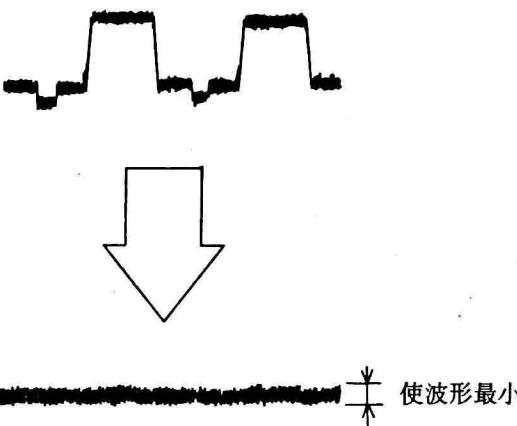

图 15
- 步骤: ① 以 LP 方式用空白磁带记录彩条信号并重放;
② 示波器连接 C306 的正极;
③ 调节 VR302, 使图 15 中上面所示的波形为最小。
(5) 重放色度青色电平的调试